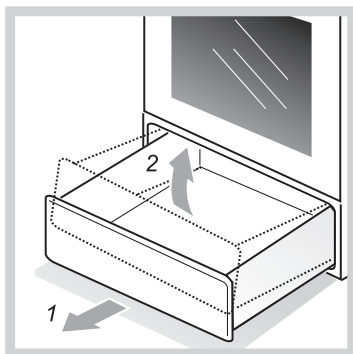

Рис. 8
- Как достать ящик, показано на рис.8.